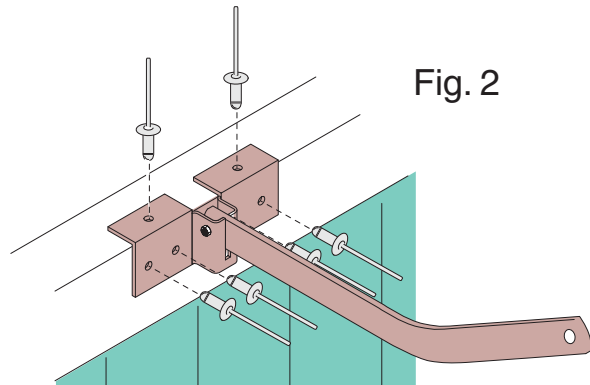

Fig. 2
- Fije en el centro de la puerta y a su travesaño más alto el brazo de empuje del equipo usando los remaches suministrados (Fig.2);